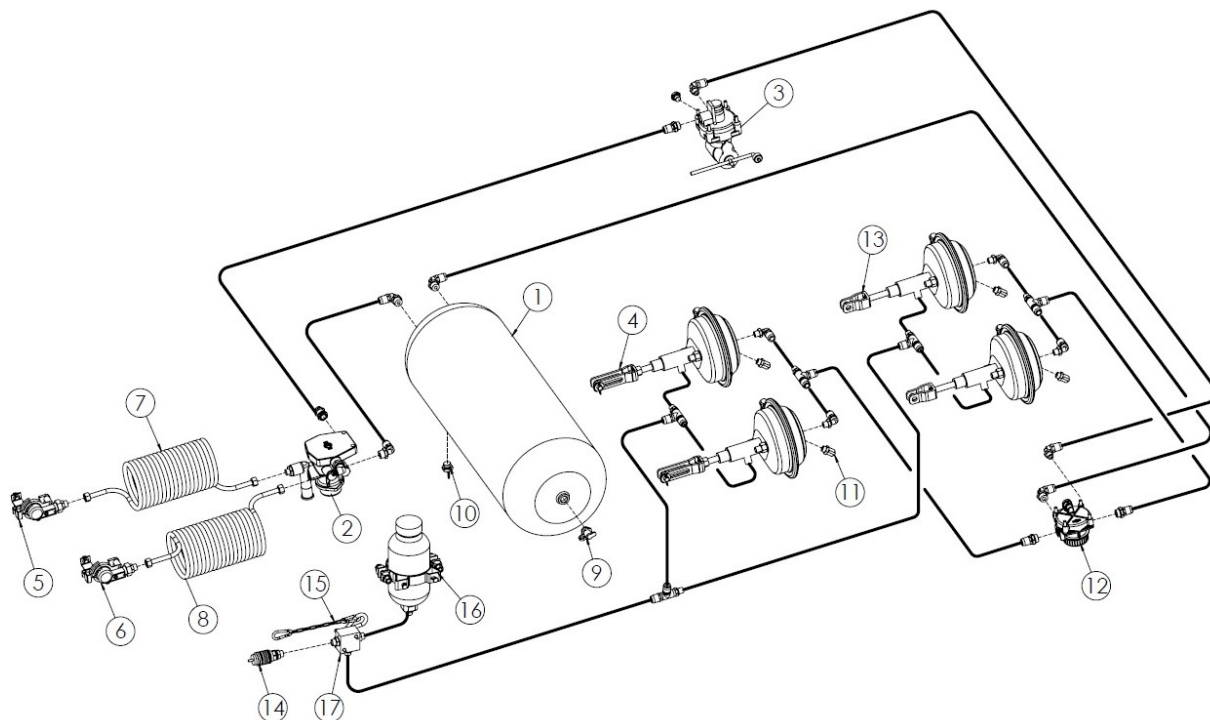

Рисунок 13-й. Пневмогидравлическая тормозная система с ALB
- пневмогидравлическая тормозная система с клапаном ALB (Рисунок 13).
Другим вариантом тормозной системы является пневмогидравлическая тормозная система с ALB (рис. 13). Эта система представляет собой комбинацию гидравлической и пневматической двухпроводной тормозной системы с ALB (автоматическим регулятором силы торможения). В зависимости от типа тормозов, которыми оснащен трактор, мы можем соответственно подключить гидравлическую или пневматическую тормозные системы.